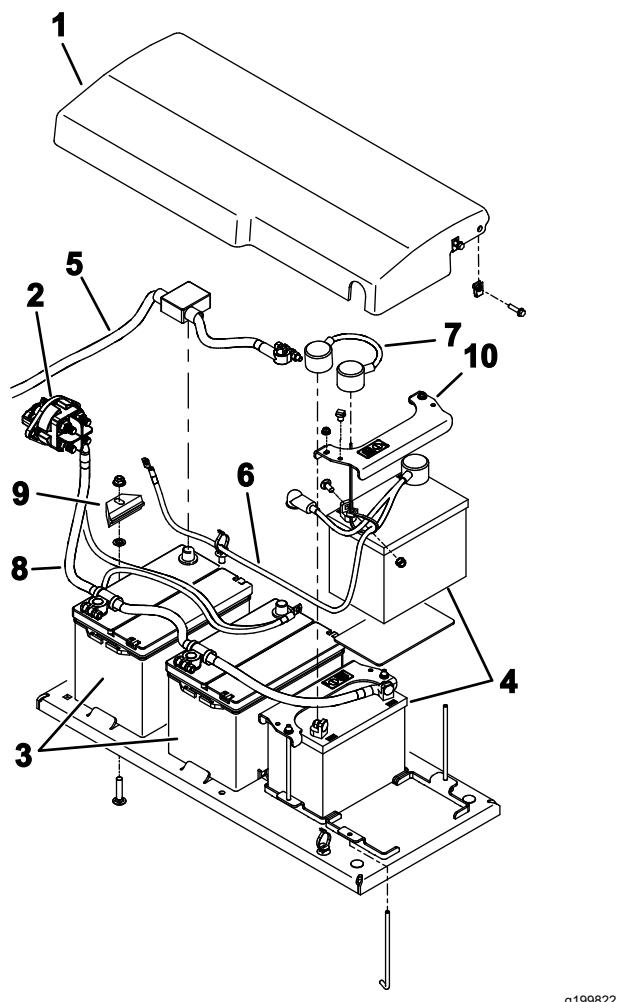

Figura 103
- Retire as fixações que prendem a cobertura da bateria à máquina e retire a cobertura (Figura 103).
- Remova cuidadosamente as baterias da máquina (Figura 103).
1. Prenda as baterias com as fixações (Figura 103).